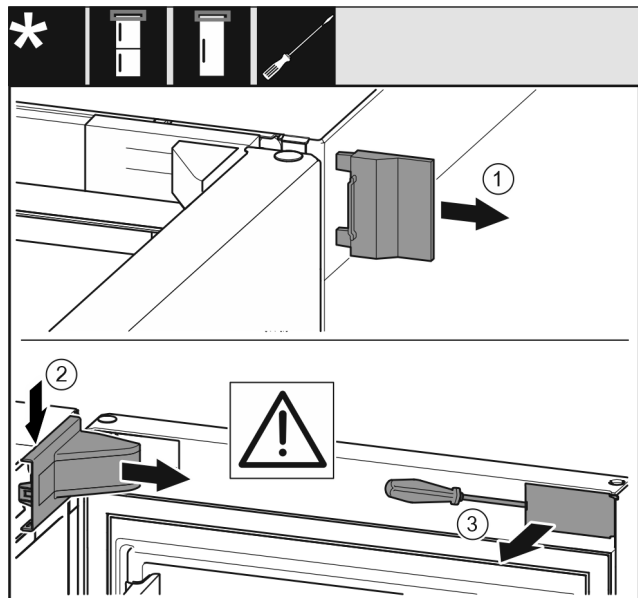

Fig. 6
- ▶ Свалете външния капак. Fig. 6 (1)
- ▶ Освободете и развийте капака на лагерната стойка. Свалете капака на лагерната стойка. Fig. 6 (2)
- ▶ Освободете капачката с плоска отвертка и я завъртете настрана. Fig. 6 (3)